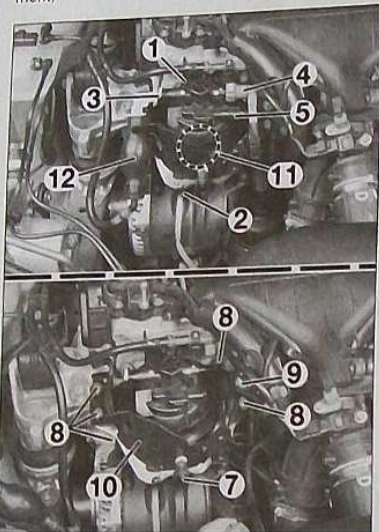

FIG. 32
- Ouvrir les vis de mise à l'air libre (1) et de vidange (2) (Fig.32).
- les raccords de carburant (3) et (4).
- le connecteur du réchauffeur (5).
- Déposer les vis (8) (Fig.32).
- Desserrer la vis (9).
- le protecteur (10).
- Vidanger le reste de carburant à l'aide de la vis de vidange (2).
- Resserrer la vis de vidange (2).
- les raccords de carburant (3) et (4) (Fig.32).
- Ouvrir la vis de purge (1).
- Actionner la poire (12) afin de purger le système.
- Refermer la vis de purge (1).